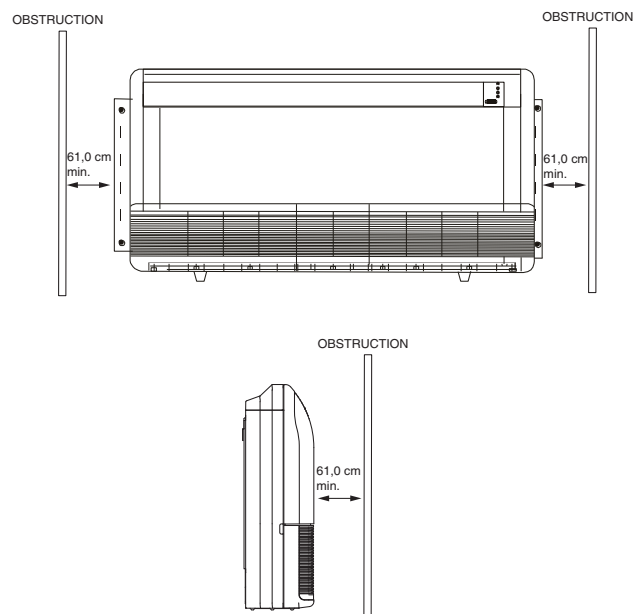

Figure 5 — Distance entre l'appareil et un mur ou un autre obstacle
- Il doit y avoir un dégagement d'au moins 60 cm entre l'appareil et un mur ou tout autre obstacle. Reportez-vous à la fig. 5.